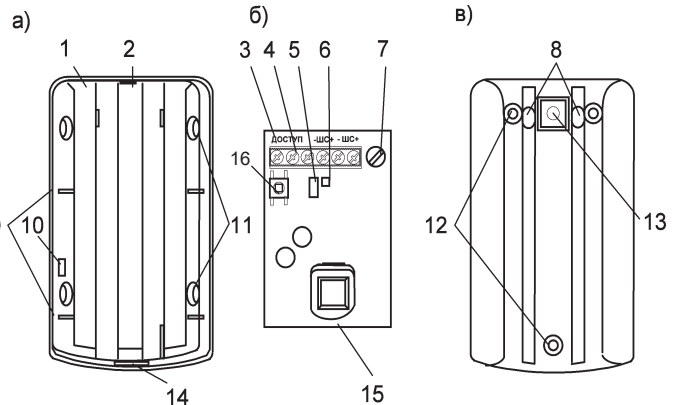

Рисунок 2 – Основание с печатной платой
Извещатель выпускается настроенным на оптимальный ток потребления. При необходимости изменения величины тока потребления, следует подключить извещатель к источнику питания с контролем тока, и в течение первой минуты от момента подачи питания установить требуемую величину тока поворотом потенциометра (7) (см. рисунок 2) на печатной плате извещателя.